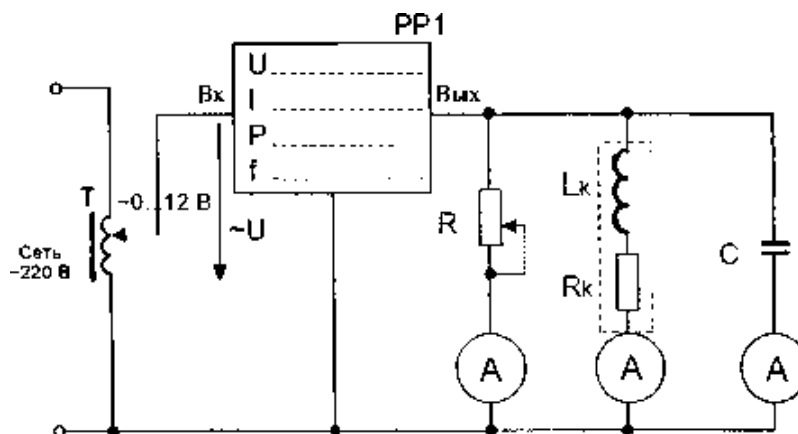

Рис. 1
3.2. Собрать электрическую цепь с параллельным соединением резистора, катушки и конденсатора (рис. 1), установив в соответствии с заданием значения сопротивления резистора и емкости батареи конденсаторов. На измерителе мощности установить пределы измерений «30 В» и «2 А», ручку автотрансформатора установить в крайнее левое положение. Схему предъявить для проверки преподавателю.